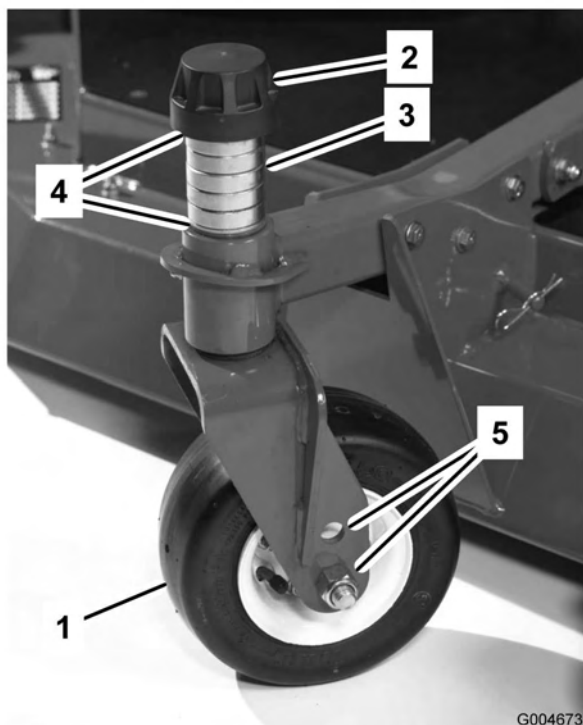

Figura 86
1. Retire a tampa de fixação do eixo roscado e desloque o fuso para fora do braço da roda giratória (Figura 86). Volte a montar os calços para levantar ou baixar a roda giratória até obter uma inclinação correcta da unidade de corte.